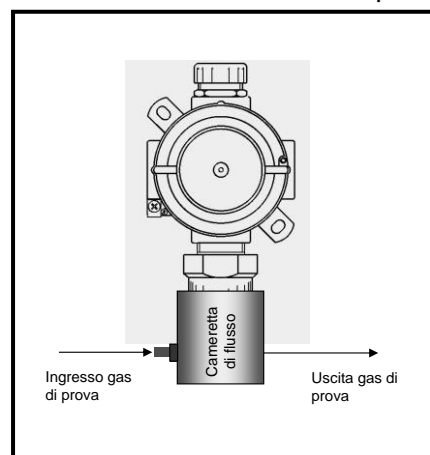

Fig. 6.40 – Camera di flusso
3. il flusso di gas di prova deve giungere all'elemento sensibile per diffusione o comunque con velocità molto basse. A tale scopo deve essere utilizzata un'apposita cameretta di flusso da calzare intorno all'elemento sensibile (Fig. 6.40) presente nel Kit. Il flusso deve essere di circa 0,5 litri/minuto, e comunque non deve superare 1 litro/minuto